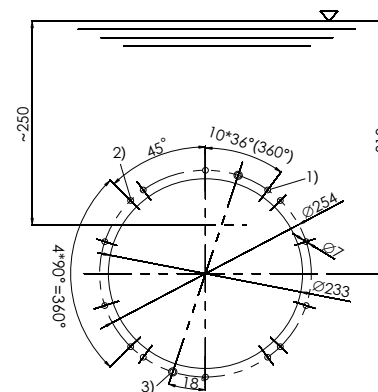

Рисунок 5
- a) Просверлите в стене бассейна 16 отверстий в соответствии с отверстиями на корпусе противотока. (Рисунок 5)